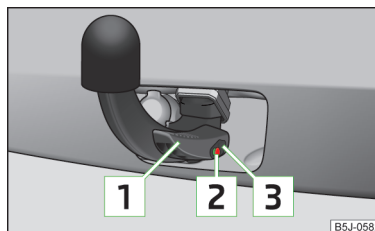

Fig. 104
- ✓ La manette [1] se trouve dans sa position supérieure » fig. 104.